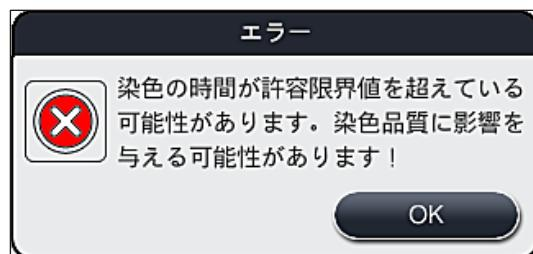

図 109
- この情報メッセージの確認後、染色時間が超過した可能性があることがユーザーに通知されます。すなわち、特定の条件下の試薬において、または危機的状況下にあるステーションにおいて、個々のラックが時間を費やしすぎたために、染色品質に影響を与える可能性があることを示します。この情報メッセージ (→「図 109」) を「OK」ボタンで確認し、処理を再開します。